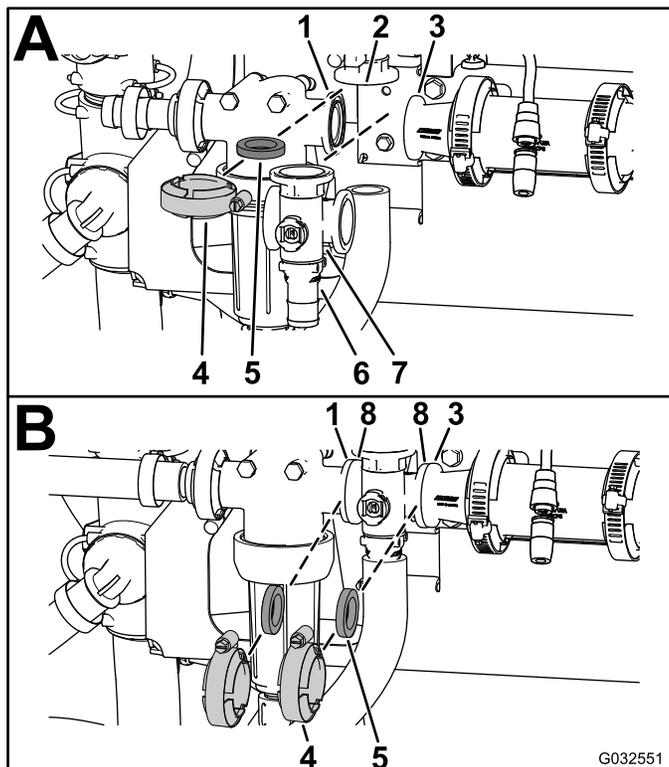

Bild 115
1. Fluchten Sie den Flansch des Rührwerksicherheitsventils, eine Dichtung und den Flansch des Endkappen-Anschlussstücks des Rührwerkventilverteilers aus (Bild 115 A).
2. Montieren Sie das Rührwerksicherheitsventil, die Dichtung und den Rührwerkventilverteiler mit einer Klemme und ziehen sie mit der Hand an (Bild 115 A).
3. Fluchten Sie eine Dichtung zwischen den Flanschen des Druckfilterkopfes und dem Rührwerkventilverteiler aus (Bild 115 B).
4. Montieren Sie den Druckfilterkopf, die Dichtung und den Rührwerkventilverteiler mit einer Klemme und ziehen sie mit der Hand an (Bild 115 B).
5. Fluchten Sie eine Dichtung zwischen den Flanschen des Rührwerkventilverteilers und der Reduzierkupplung aus (Bild 115 B).
6. Montieren Sie den Rührwerkventilverteiler, die Dichtung und die Reduzierkupplung mit einer Klemme und ziehen sie mit der Hand an (Bild 115 B).
7. Fluchten Sie eine Dichtung zwischen den Flanschen des Rührwerkventilverteilers und dem Adapteranschlussstück für das Rührwerkdruckventil aus (Bild 115 C).
8. Montieren Sie den Rührwerkventilverteiler, die Dichtung und das Adapteranschlussstück mit einer Klemme und ziehen sie mit der Hand an (Bild 115 C).